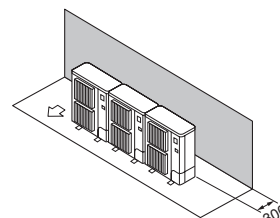

Fig. 2-13
- ① Solo ostacoli posteriori (Fig. 2-13)